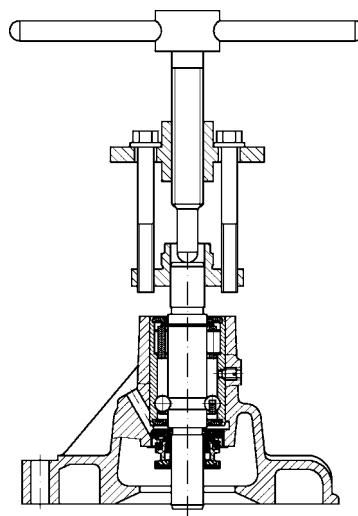

Рис. 4.135. Снятие ступицы насоса системы охлаждения
-с помощью специального приспособления снять ступицу шкива насоса (рис. 4.135);